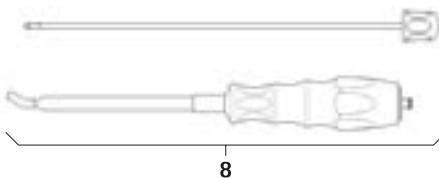

Fig. 3
- Smontare lo strumento inseritore per barre 8, vedere Fig. 3: svitare la parte interna.